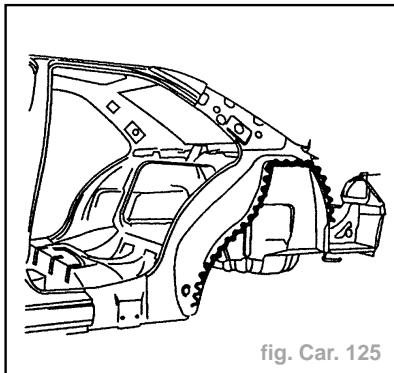

fig. Car. 125
- Appliquer une colle de calage structurale (fig. Car. 125).